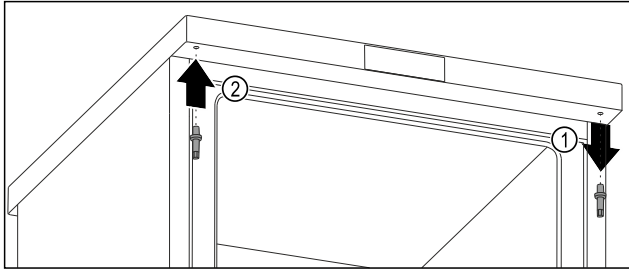

Fig. 14
- Dévisser l'axe supérieur avec une clé mâle coudée pour vis à six pans creux. *Fig. 14 (1)*
- Serrer l'axe du côté opposé avec une clé mâle coudée pour vis à six pans creux. *Fig. 14 (2)*